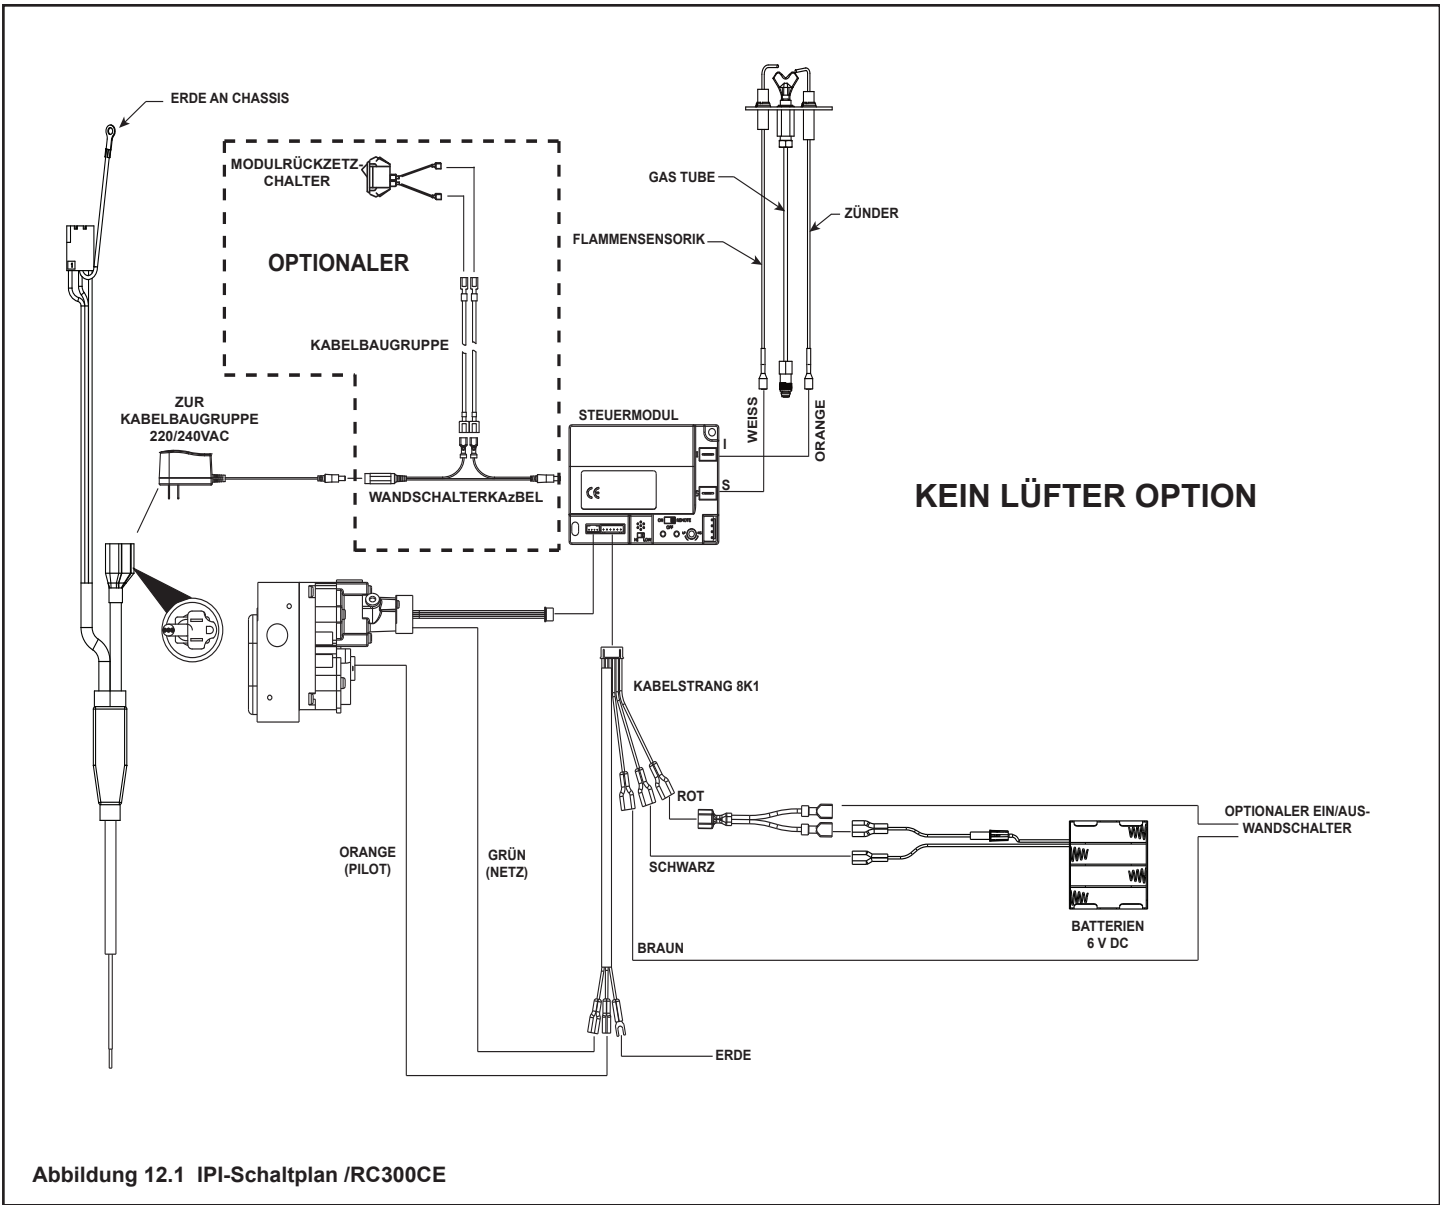

Abbildung 12.1 IPI-Schaltplan /RC300CE
- Siehe Abbildung 12.1, Schaltplan für IntelliFire Plus™ Pilotzündung (IPI).